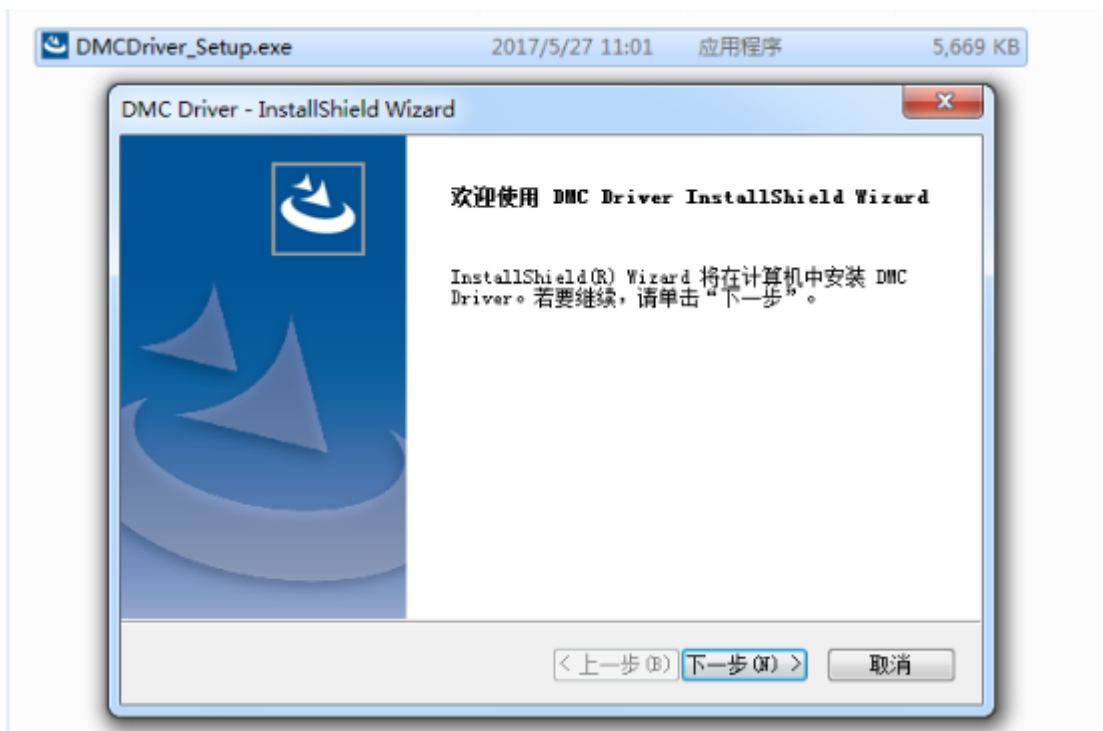

图 4.2 驱动程序开始安装
1、双击驱动文件 DMCDriver_Setup.exe，如果出现如图 4.2 所示对话框，点击“下一步”继续安装；如果出现如图 2 所示对话框，请选择“修复”，并点击“下一步”，跳转到第 5 步继续安装。